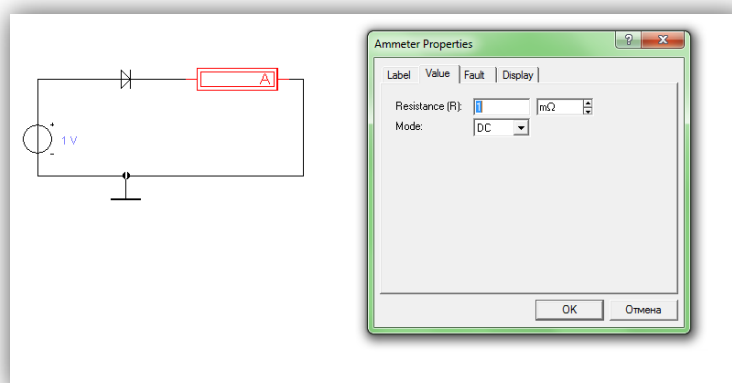

Рисунок 8 – Настройки амперметра
3. После того, как вы построите схему, зайдите в настройки амперметра и установите режим работы на измерение постоянного тока (DC) рисунок 8.